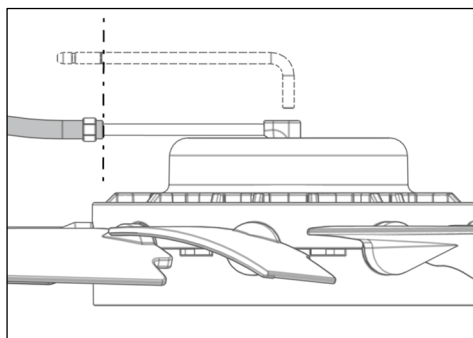

図 : 19
- 9) 圧力ホースをエアインテークチューブ上に印の位置 (25 mm/0.984 インチ) までスライドさせます (図 : 19)。